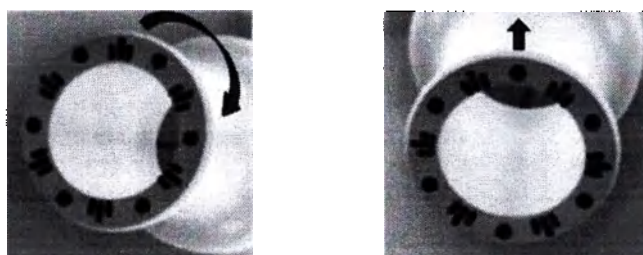

Рисунок 5.25 Поворот лазерного гинекологического зеркала после первого прохода.
- После завершения первого прохода поверните лазерное гинекологическое зеркало по часовой стрелке так, чтобы маленькая круглая отметка не была направлена строго вверх, как показано на Рис. 5.25.